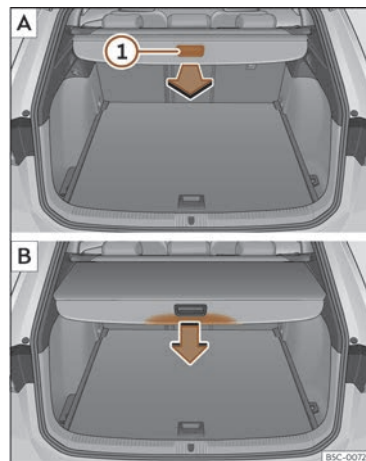

Fig. 175 No maletreiro: desenrolar e enrolar a bandexa.
- Tire uniformemente da bandexa pola asa >>> **fig. 175** **1** cara atrás e extraíaa ata o tope, ata que encaste de forma audible.
- Prema na asa da bandexa no sentido da frecha ata que se desbloquee >>> **fig. 175** **B**.